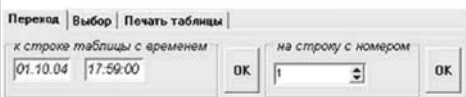

Рис.21
**Переход** (рис.21) состоит из перехода к строке таблицы по времени и из перехода на строку по номеру.